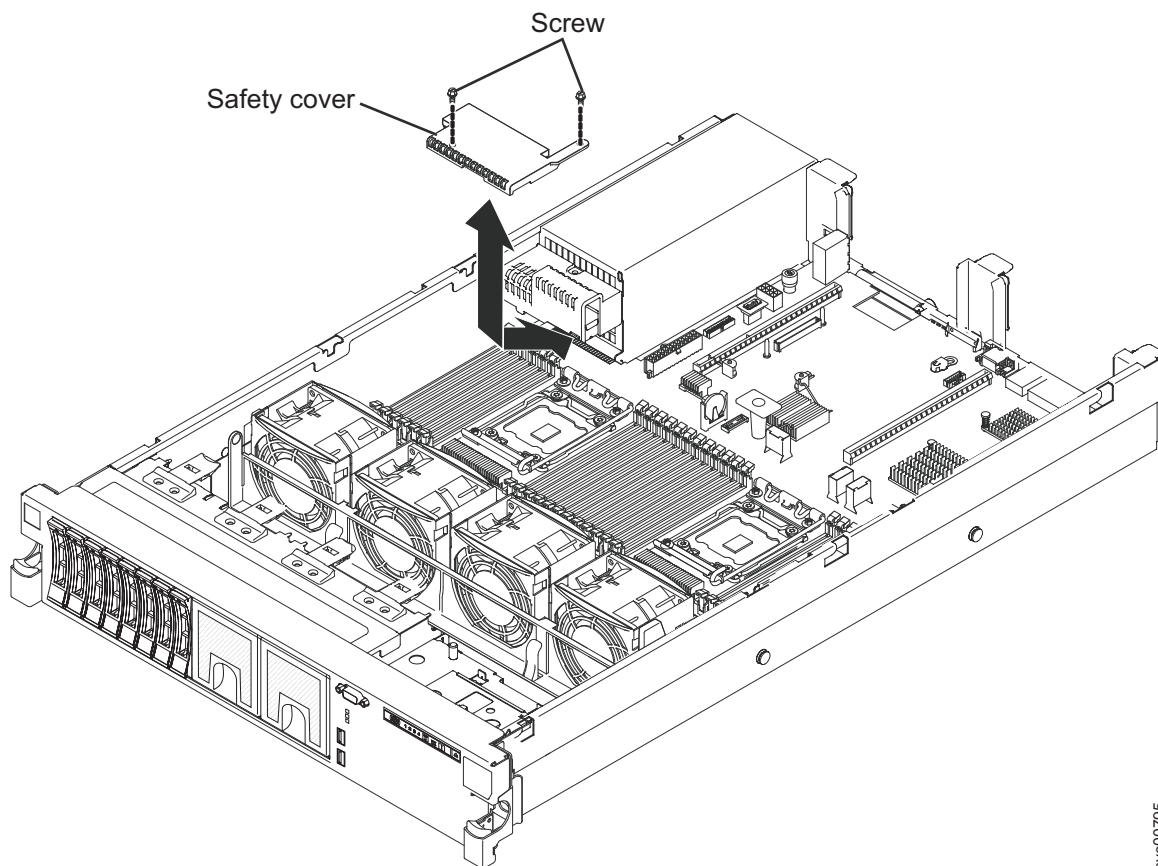

Figura 94. Removendo a tampa de segurança de 240 VA do SAN Volume Controller 2145-DH8
5. Deslize a tampa para frente para descaixá-la da placa-mãe e, em seguida, levante-a para fora do servidor, como mostrado em Figura 94